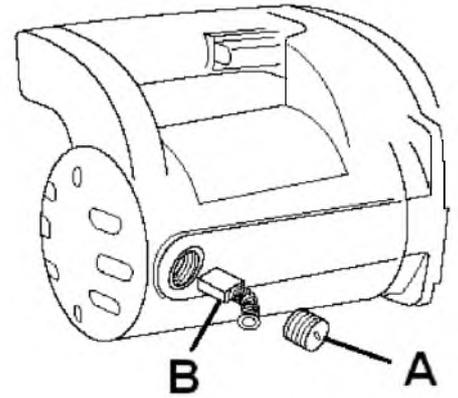

Рис. 14
- Зніміть кришки щіток (А, Рис. 14).